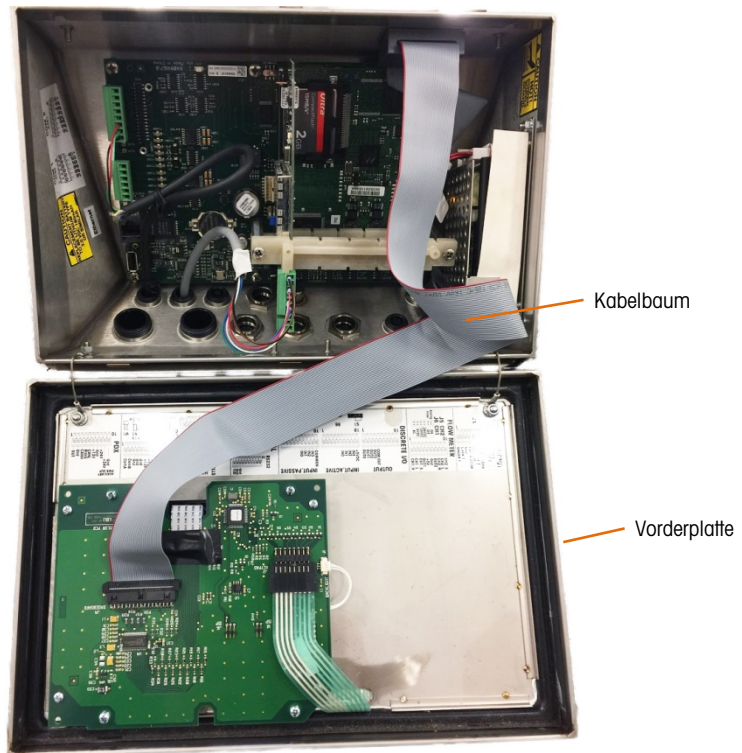

Abbildung 2-11: Frontplatte umgedreht, längerer Kabelbaum installiert
5. Schließen Sie den Ersatzkabelbaum (64087303) wie in Abbildung 2-11 dargestellt an.